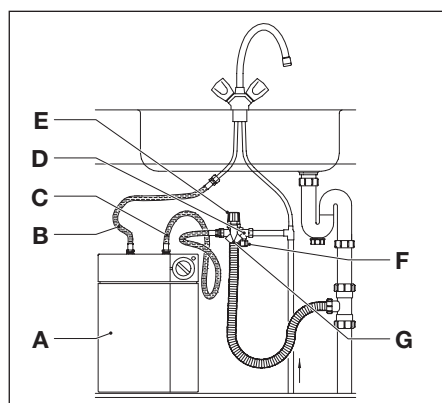

Fig. 2.1 Fonctionnement du système sous pression
#### Système sous pression (fig. 2.1)
- Fermez le robinet d'arrêt de la groupe de sécurité (fig. 2.1).